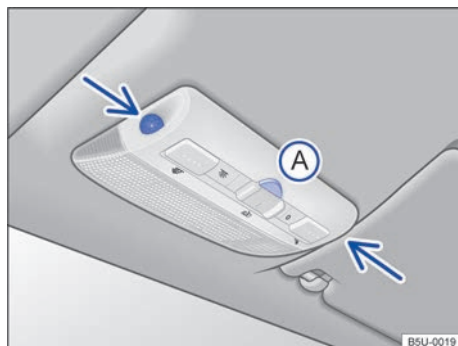
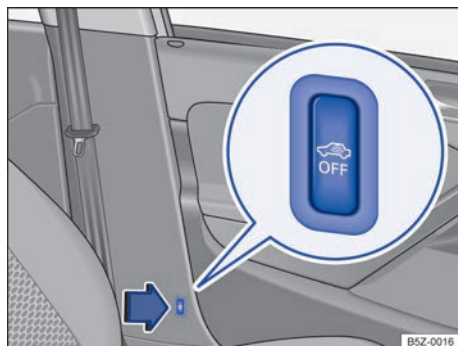

Fig. 49 No console do teto: sensores de monitoramento do interior do veículo e tecla (A) para desligar o monitoramento do interior do veículo.
Fig. 50 Ao lado do banco do condutor: botão para desligar o monitoramento do interior do veículo.
◀ O monitoramento do interior do veículo dispara o alarme com o veículo travado e o sistema de alarme antifurto ligado, se reconhecer movimentos no interior do veículo. O sensor e o receptor estão localizados no conjunto da lanterna de leitura → Fig. 49 (setas). ▶
- Pressionar o botão → Fig. 49  ou → Fig. 50  por 2 segundos. No painel de instrumentos a luz de controle  se acende.